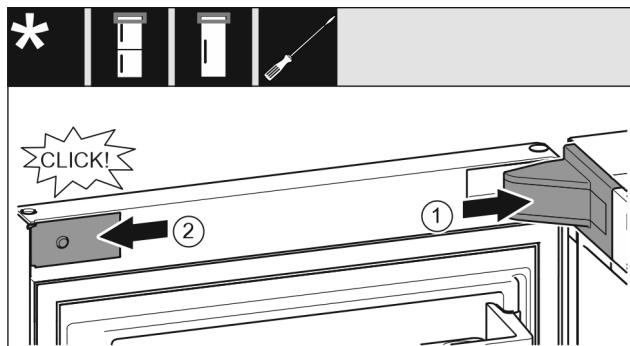

Fig. 23
- Крышку опорного кронштейна установите и зафиксируйте, при необходимости осторожно разожмите. Fig. 23 (1)
- Установите накладку сбоку и зафиксируйте. Fig. 23 (2)